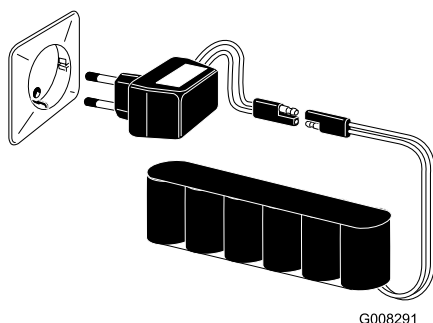

Figura 27
3. Conecte el cargador a la batería (Figura 27).
4. Conecte el cargador a una toma de corriente y cargue la batería durante **24 horas** (Figura 27).